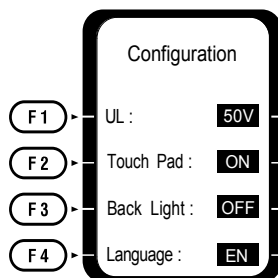

Fig.10
2. Onda, Configuration ekran (Fig.10) je prikazan.